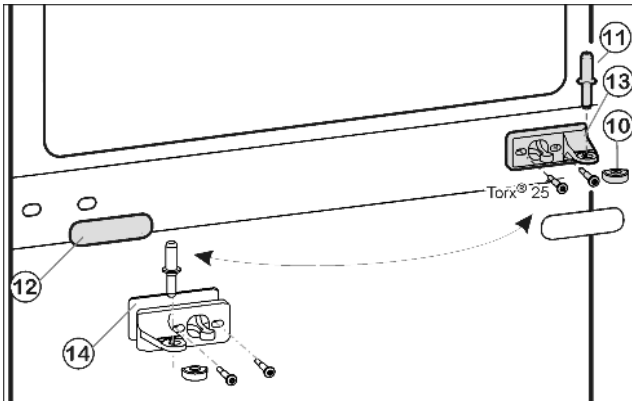
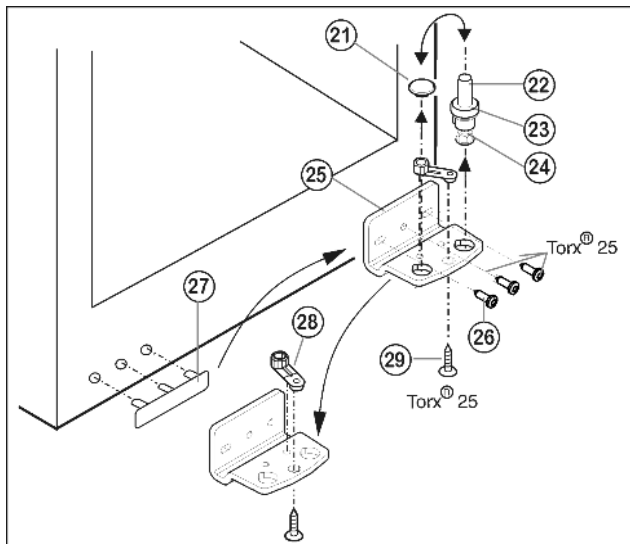

Fig. 6
Fig. 7
- ▶ Húzza ki a középső csapszeget Fig. 6 (11) a csapágybakból és az alsó ajtóból.
- ▶ Húzza le a műanyag sapkát Fig. 6 (10).
- ▶ Csavarozza le a Fig. 6 (13) középső csapágybakját (2 x Torx® 25).
- ▶ Óvatosan húzza le a takaróelemet Fig. 6 (12).
- ▶ A Fig. 6 (13) középső csapágybakját a Fig. 6 (14) alátétével 180°-kal elfordítva **erősen (4 Nm-es nyomatékkal)** csavarozza fel az új csuklópánt oldalára.
- ▶ A takarólemezt Fig. 6 (12) 180°-kal elfordítva pattintsa vissza a fogantyú új oldalára.
- ▶ A teljes csapszeget Fig. 7 (22), a alátéttel Fig. 7 (23) és a állítható lábbal Fig. 7 (24) együtt felfele húzza ki.
- ▶ Emelje le a dugót Fig. 7 (21).
- ▶ Csavarozza le Fig. 7 (26) a csapágybakot Fig. 7 (25).
- ▶ Csavarozza le Fig. 7 (29) a csapágyrészt Fig. 7 (28), helyezze át a csapágybak túloldali felvevő furatába és csavarozza vissza.
- ▶ Óvatosan emelje le a fogantyú oldalán lévő fedelet Fig. 7 (27), és helyezze át az ellenkező oldalra.
- ▶ Csavarozza vissza a csapágybakot Fig. 7 (25) a csuklópánt új oldalán **4 Nm-es nyomatékkal**, szükség esetén egy akkus csavarhúzóval.
- ▶ A dugót Fig. 7 (21) helyezze be a másik lyukba.
- ▶ Helyezze be a teljes csapszeget Fig. 7 (22) az alátéttel és az állítható lábban együtt. Ügyeljen közben arra, hogy a bekatantó büttyök hátrafele legyen.
- ▶ Az alsó ajtót felülről helyezze az alsó csapszegre Fig. 7 (22).
- ▶ Helyezze vissza a műanyag sapkát Fig. 6 (10) a középső csapágybakra Fig. 6 (13).
- ▶ Helyezze be az alsó ajtóba a középső csapszeget Fig. 6 (11) a csuklópánt új oldalán, a középső csapágybakon Fig. 6 (13) keresztül.
- ▶ A felső ajtót helyezze a középső csapszegre Fig. 6 (11).
- ▶ Az ajtókat az alsó Fig. 7 (25) és a középső csapágybakban Fig. 6 (13) lévő két hosszított furat felett igazítsa egy vonalba a készülék házzal. Ehhez az alsó csapágybakon Fig. 7 (25) a középső csavart csavarja ki.